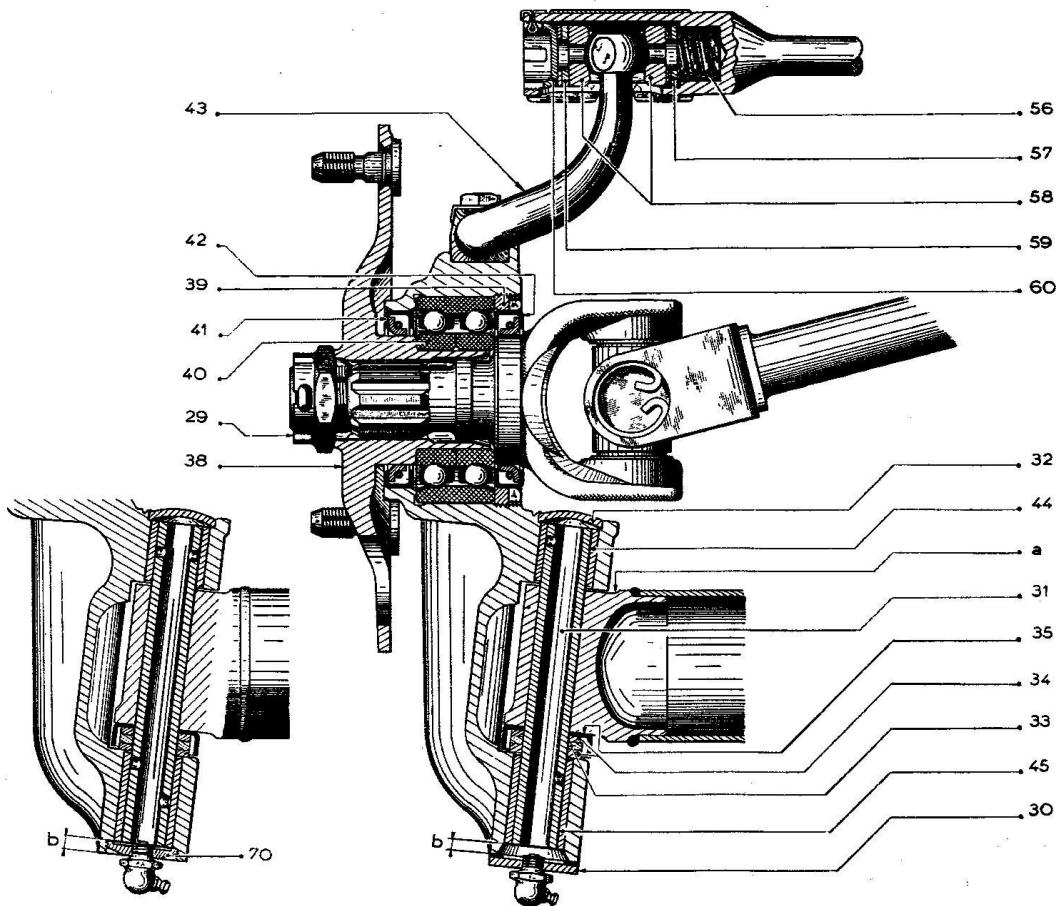

Fig. 31. Snit af forhjulsspindel og styrebolt.
Forhjulenes "sporing" er en spredning på 1 til 3 mm, målt på fælgenes yderkanter i centrumshøjde. Justering finder sted ved, at man udtager møtrikkerne (60), fig. 31, i begge sider (de er sikret med split), og foretager en udskiftning eller flytning af justerskiverne (57 og 59). Derefter iskrues møtrikkerne (60) helt og løsnes en sjetterdel omdrejning, hvorefter de sikres med splitter i nærmeste hul.